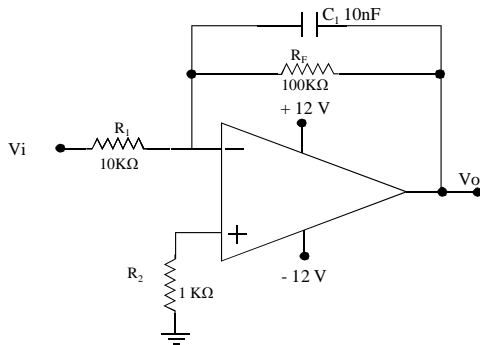

Figura 3. Circuito integrador inversor
2. Arme el circuito de la Figura 3, aplique una señal de entrada (V_i) cuadrada de 1V de amplitud y 1KHz de frecuencia. Observe las señales de entrada y salida. Repita este procedimiento para una frecuencia de 10 KHz.